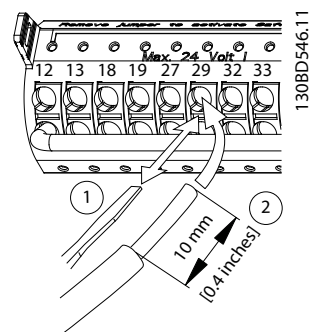

图 5.38 连接软质控制线缆
- 对于软质线缆，将一把小螺丝刀插入端子孔之间的插槽中，向上轻推螺丝刀以打开触点。请参阅图 5.38。然后，将剥去外皮的线缆插入到触点中并取出螺丝刀。